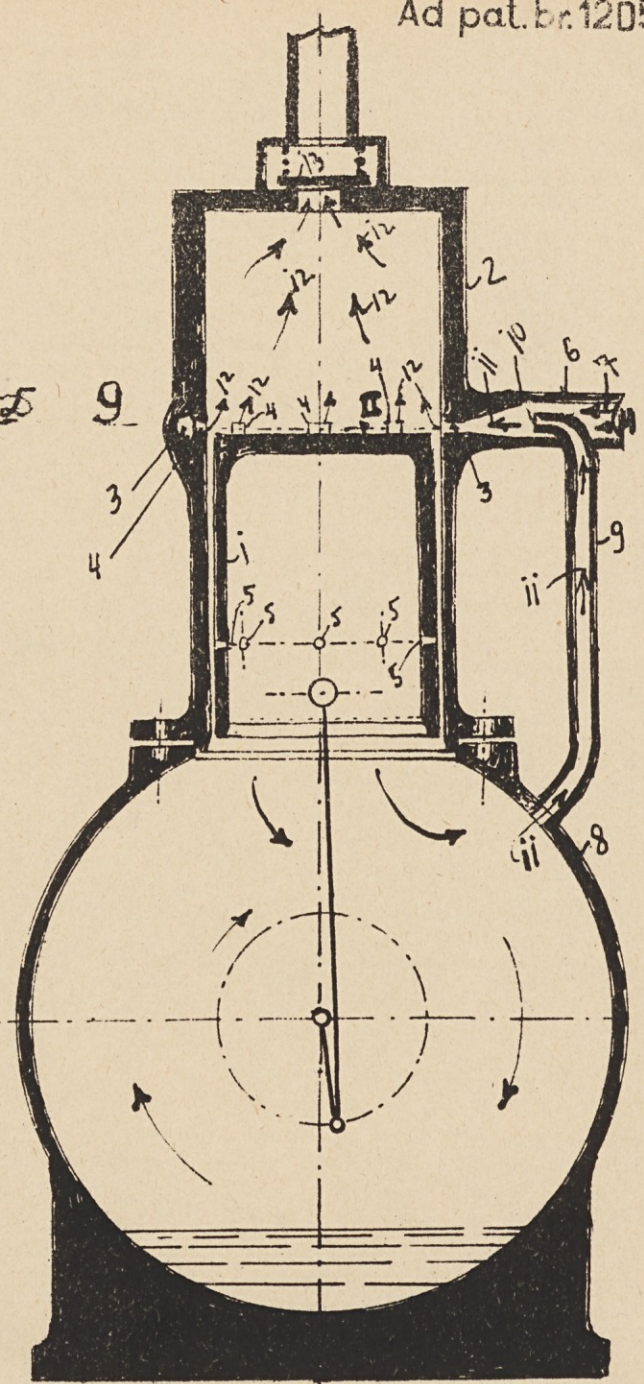
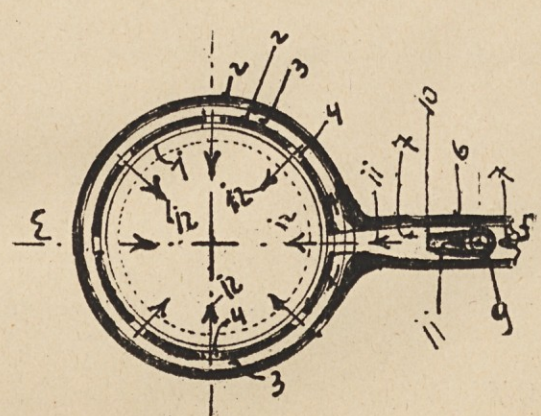

Fig. 3
Fig. 4
- Fig. 3 " uzdužni presek gornjeg kompresora po liniji E-F iz Fig. 4 i to u momentu, kada se klip 1 nalazi u donjem mrtvom položaju II.
- Fig. 4 pokazuje horizontalni presek iz Fig. 3 po liniji G-H.
Kreće li se klip 1 sa gornje mrtve tačke 1 na dole stvara se vakum u cilindru 2, u isto vreme klip 1 potiskom na dole vrši pritisak na gas nalazeći se u karteru 8, koji se usled toga potiska komprimira. Čim čelo klipa 1 siđe na donju mrtvu tačku II prema Fig. 3 i Fig. 4 — otvori 4 na cilindru 2 slobodni su, gas iz evaporatora u pravcu strelice 7 i iz kartera 8 kroz prelaznu cev 9 i injektor 10 u pravcu strelice 11,